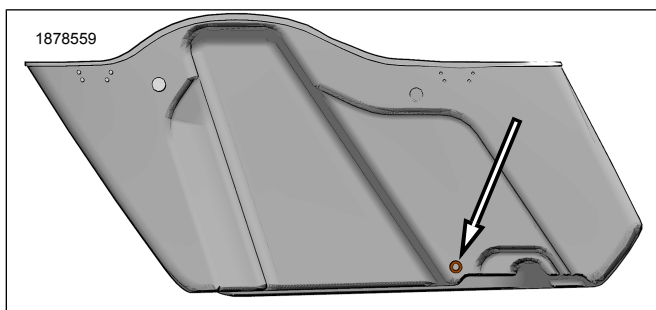

Figura 2. Locul de perforare a orificiului în partea inferioară a desăgii
1. Deconectați conectorul cablajului Echipament original (OE) din spatele lămpii de rulare/viraj/stop spate.
2. Figura 2 Perforare orificiul inferior pe desagă pentru trecerea cablajului.